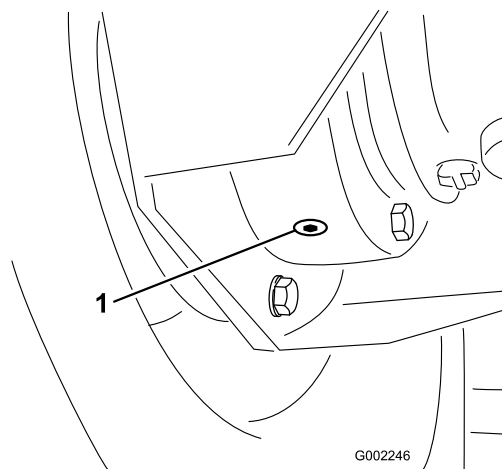

Figura 82
4. Allineate una bacinella di spurgo sotto il tappo di spurgo interno nell'alloggiamento del freno e rimuovete il tappo (Figura 82).